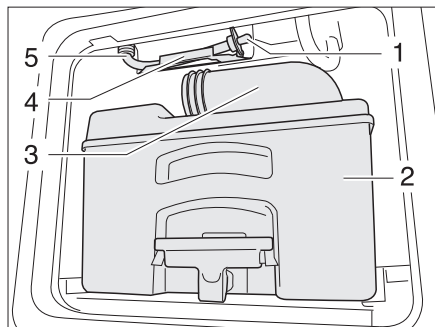

Fig. 286 Tuyau d'écoulement réservoir d'eau toilettes
- Vider la cassette (Fig. 286,2) dans une station d'évacuation autorisée et la nettoyer.
- Laisser la tubulure d'évacuation (Fig. 286,3) ouverte.
- Retirer le tuyau d'écoulement (Fig. 286,5) de son support (Fig. 286,4).
- Retirer le bouchon d'écoulement (Fig. 286,1) et laisser s'écouler le reste d'eau.